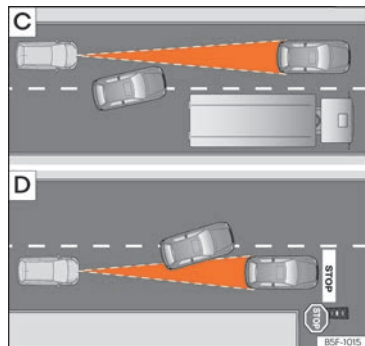

Abb. 109 [C] Fahrspurwechsel eines anderen Fahrzeugs. [D] Abbiegendes und weiteres stehendes Fahrzeug.
- Fahrzeuge, die in geringem Abstand auf die eigene Fahrspur wechseln »» (Abb. 109) [C].
ACC reagiert nicht auf stehende Fahrzeuge. Wenn z. B. ein von der ACC erfasstes Fahrzeug abbiegt oder ausschert und sich vor diesem Fahrzeug ein stehendes Fahrzeug befindet, reagiert ACC nicht auf das stehende Fahrzeug »» (Abb. 109) [D].